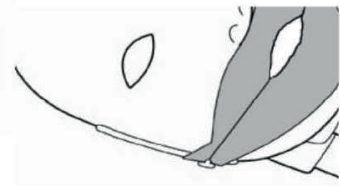

Figure 9
10. Legen Sie dann den Lungenbeutel auf die Kompressionsplatte (das runde Hartplastikteil, das sich oben auf dem Schaumstoffkern des Rumpfes befindet), wobei der kreisförmige Aufdruck auf dem Lungenbeutel mit der Kompressionsplatte ausgerichtet sein muss (Figure 9).